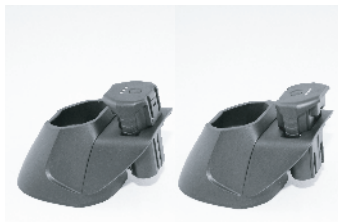

Fig. 27
1. Batteriet enligt bild (Fig. 27) med kontaktarna isatta underifrån. Går att sätta i från båda hållen.